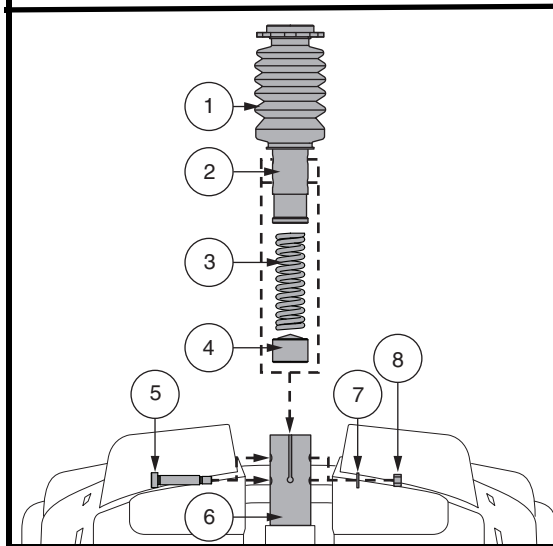

Figure 18. Réglage Hauteur du Siège - Montant du Siège Confort
6. Installez le ressort de confort désiré. **Voir la figure 18.**